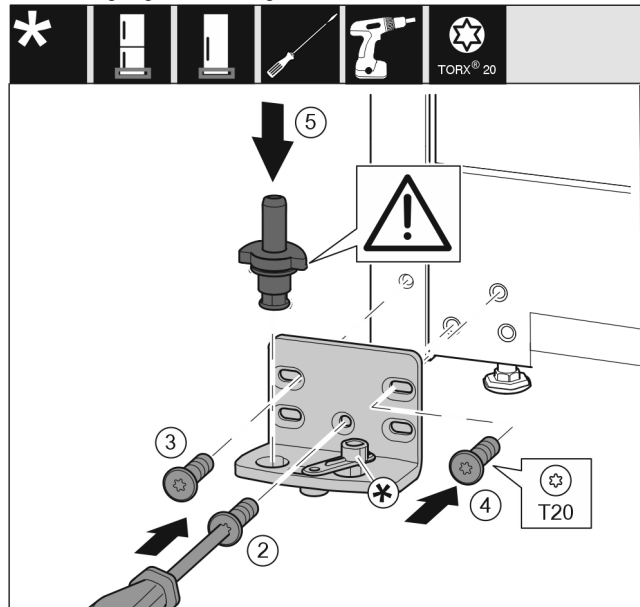

Fig. 48 \*
- ▶ Lagerbok aan de andere zijde plaatsen en met behulp van een schroevendraaier er in schroeven. Met schroef Fig. 48 (2) onder in het midden beginnen.\*
- ▶ Schroef Fig. 48 (3) en schroef Fig. 48 (4) vastschroeven.\*
- ▶ Lagerbouten Fig. 48 (5) volledig insteken. Let hierbij op dat het vergrendelingslipje naar achteren wijst.\*